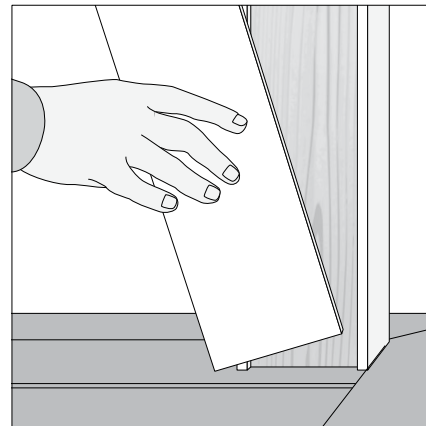

Fig. 3a
- Coloque la envoltura KLEERWrap alrededor de la columna. Comenzando por la parte inferior de la envoltura para columnas KLEERWrap, “encaje” el lado suelto de nuevo en su lugar (**Fig. 3a**).